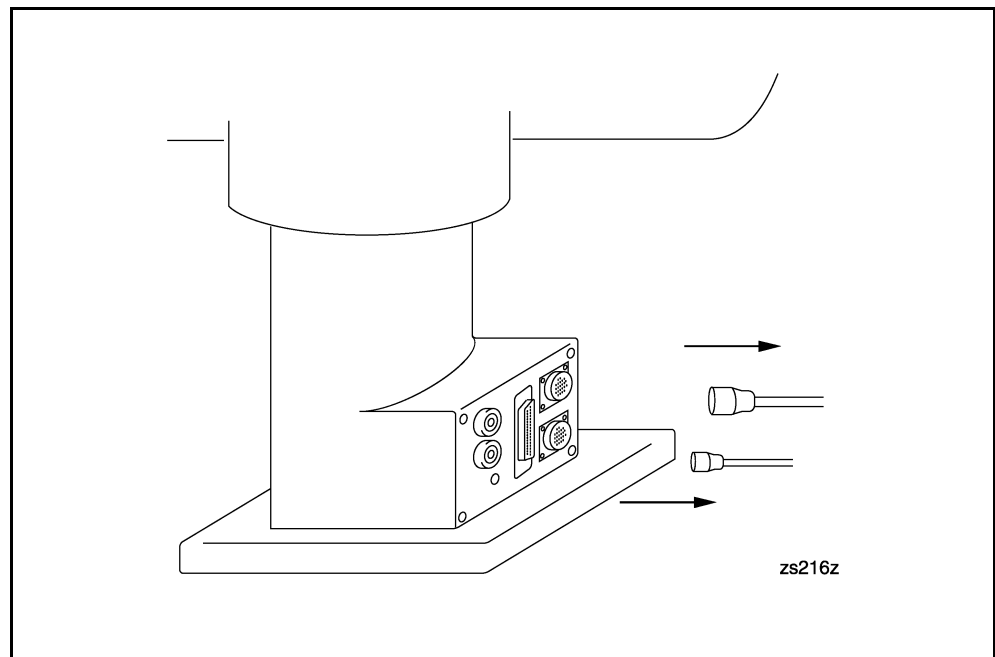
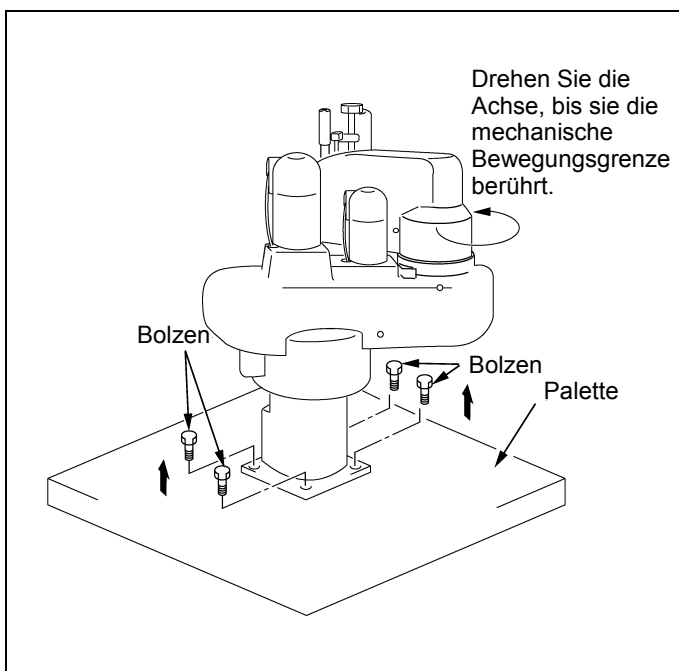

Abbildung 2-10 Abziehen der Kabel und Luftschläuche
Abbildung 2-11 Entfernen der Befestigungsbolzen
- (1) Ziehen Sie das Motorkabel und das Codiererkabel von der Robotereinheit ab. (Siehe Abbildung 2-10.)
- (2) Ziehen Sie den Luftschlauch von der Verbindungsstelle ab. Ziehen Sie das Erdungskabel vom Erdungsabschluß ab. (Siehe Abbildung 2-10.)
- (3) Entfernen Sie den Griff und die Werkzeuge (falls installiert) von der T-Achse.
- (4) Drehen Sie die 2. Achse, bis sie die mechanische Bewegungsgrenze berührt. (Siehe Abbildung 2-11.)
(Siehe Abbildung 2-11.)